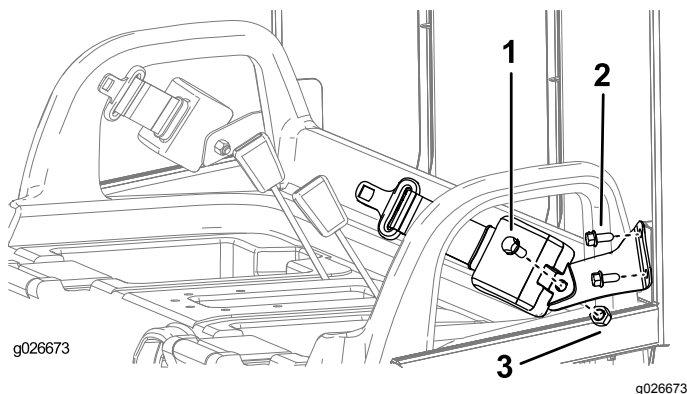

Figure 8
- Montez un support de ceinture de sécurité sur chacune des pattes du ROPS au moyen de 2 boulons (3/8"), comme montré à la Figure 8.
- Fixez l'extrémité rétractable de chaque ceinture de sécurité à chaque support d'ancrage au moyen d'un boulon (7/16") et d'un écrou (7/16"), comme montré à la Figure 8.